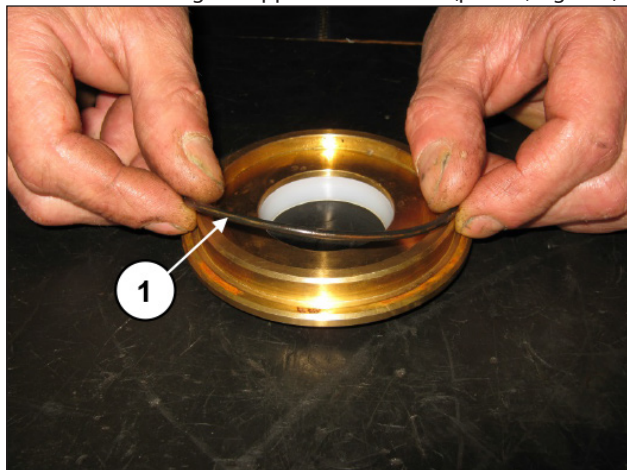

Fig. 122
Posizionare l'O-Ring su supporto raschiatore (pos. ①, Fig. 122).